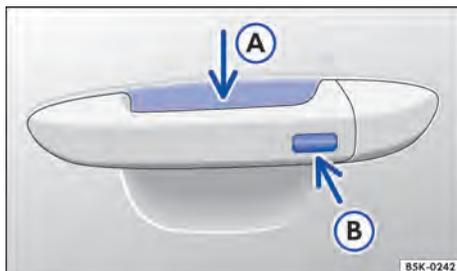

Fig. 55 Keyless Access: superfícies do sensor.
- Tocar o sensor → Fig. 55 (A) na parte interna da maçaneta da porta do condutor ou da porta do passageiro dianteiro.
- Tocar na superfície do sensor → Fig. 55 (B) na parte externa da maçaneta da porta do condutor ou da porta do passageiro dianteiro *uma vez*.
- Além disto, dentro de 5 segundos, tocar uma vez no sensor na parte externa da maçaneta da porta → Fig. 55 (B).
Para a **abertura de conforto** de todos os vidros elétricos empunhar a maçaneta da porta e manter pressionados, ao mesmo tempo, o sensor da parte interna da maçaneta → Fig. 55 (A) e a superfície do sensor (B).
Para o **fechamento de conforto** de todos os vidros elétricos manter um dedo durante alguns segundos sobre a superfície do sensor → Fig. 55 (B) no lado externo da maçaneta da porta do condutor ou do passageiro dianteiro.
Um forte jato de água ou de vapor pode ativar as superfícies dos sensores nas maçanetas se, ao mesmo tempo, uma chave do veículo válida estiver na área de aproximação. Se no mínimo um vidro estiver aberto e a superfície do sensor → Fig. 55 (B) em uma maçaneta da porta for ativada permanentemente, todos os vidros serão fechados. Se o jato de água ou de vapor se afastar brevemente da superfície do sensor → Fig. 55 (A) de uma maçaneta da porta e voltar a ser direcionado para ela, possivelmente todos os vidros se abrirão.